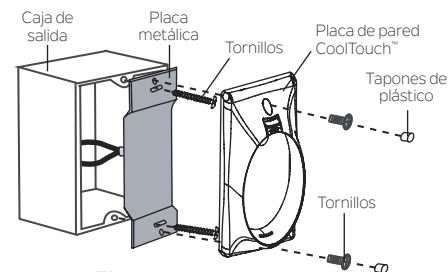

Figura 18
Paso 2. Instale la placa de metal y la placa de pared CoolTouch™ en la caja de salida existente en la pared con los 4 tornillos provistos. Introduzca los dos tapones de plástico en la placa de pared. **(Figura 18)**